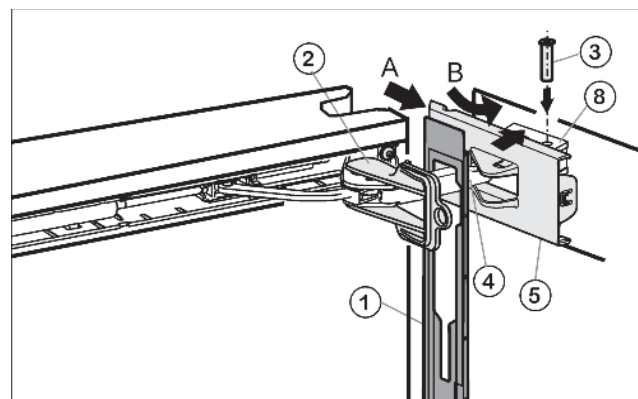

Рис. 16
- ▶ Натяните заглушку *Рис. 16 (1)* на рычаг доводчика *Рис. 16 (4)* таким образом, чтобы стопор показался наружу и передней стороной к прибору.
- ▶ Отодвиньте защитную крышку *Рис. 16 (5)* наружу и поверните (В) над опорной деталью *Рис. 16 (8)*.
- ▶ Насадите защитную крышку *Рис. 16 (5)* и зафиксируйте.
- ▶ Потяните рычаг доводчика *Рис. 16 (4)* к опорной детали и сверху вставьте болты *Рис. 16 (3)* таким образом, чтобы квадратная головка села в углубление.
- ▶ Полностью зафиксируйте защитную крышку *Рис. 16 (5)* на опорной детали.
- ▶ Повернув, снимите предохранитель *Рис. 16 (2)*.
- ▶ Вставьте заглушку *Рис. 16 (1)* на дверь и зафиксируйте.